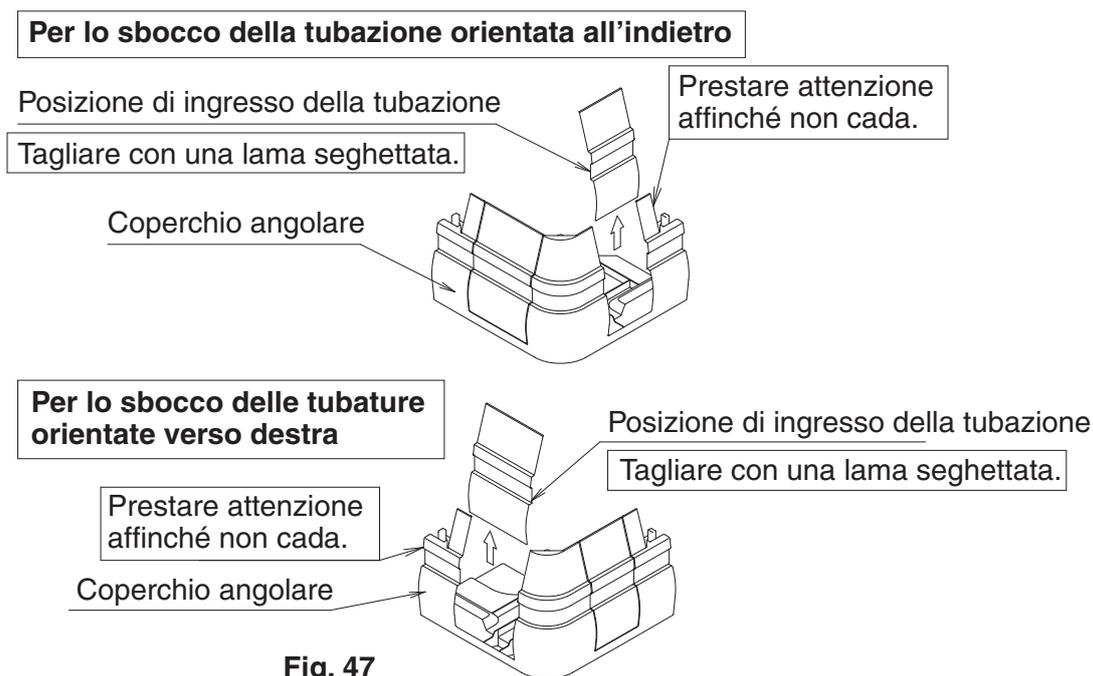

Fig. 47
- Per l'uscita della tubazione orientata all'indietro e verso destra, tagliare il coperchio angolare come mostrato nella Fig. 47 e rimuoverlo.